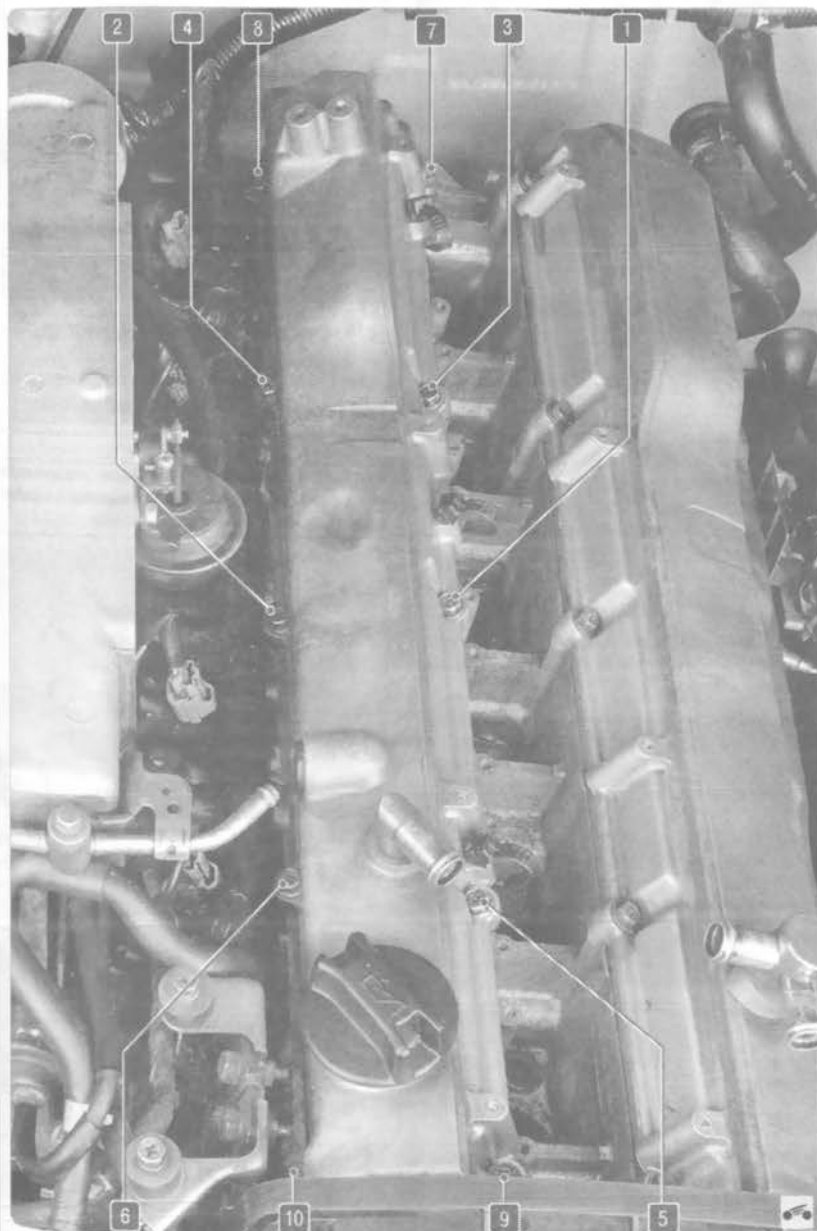

Рис. 5.6. Порядок затяжки болтов крепления крышки впускных клапанов
25. Установите крышку впускных клапанов. Болты крепления крышки затягивайте моментом 2,0–3,9 Н·м (0,2–0,4 кгс·м) в последовательности, показанной на рис. 5.6.
26. Аналогично установите крышку выпускных клапанов. Болты крепления крышки затягивайте моментом 2,0–3,9 Н·м (0,2–0,4 кгс·м) в последовательности, показанной на рис. 5.6.